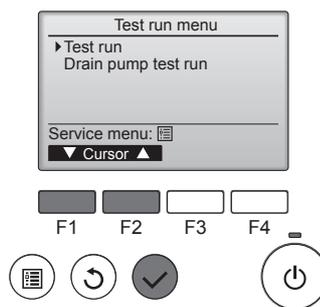

Fig. 7-5
- Sélectionnez "Test run" (Test fonctions) à l'aide du bouton **[F1]** ou **[F2]** puis appuyez sur le bouton . (Fig. 7-5)